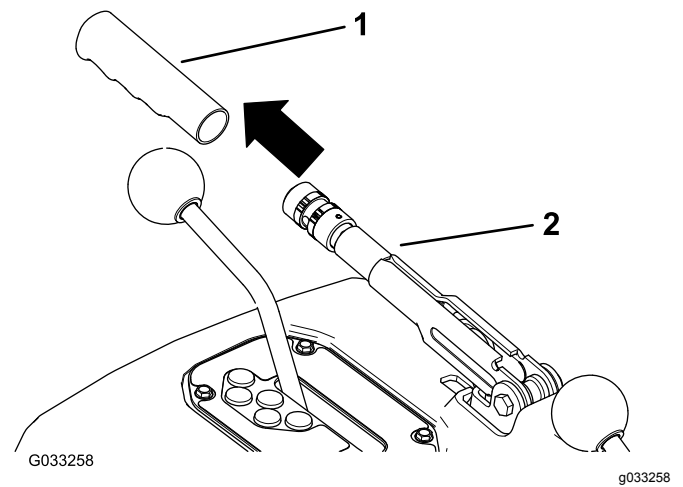

Bild 74
1. Nehmen Sie den Gummigriff vom Feststellbremshebel ab (Bild 74).
5. Befestigen Sie den Gummigriff am Feststellbremshebel (Bild 74).